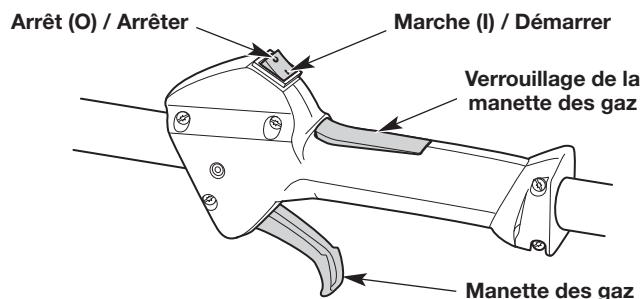
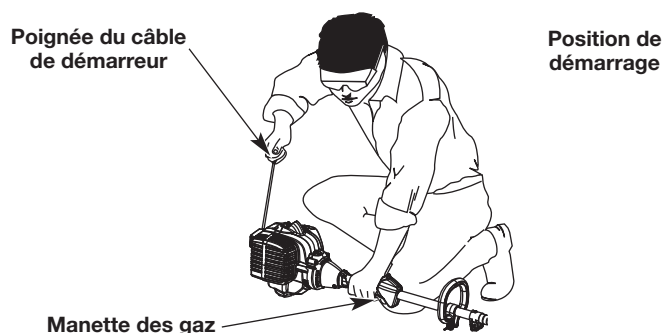

Fig. 12
Fig. 14
AVERTISSEMENT : évitez tout démarrage accidentel de l'appareil. Pour éviter toute blessure grave, l'opérateur et l'appareil doivent être tous deux en position stable quand l'opérateur tire sur le câble de démarreur (Fig. 14).
REMARQUE : il n'est pas nécessaire de démarrer l'appareil. L'interrupteur de marche/arrêt est constamment en position de marche (I) (Fig. 12).
5. Accroupissez-vous en position de démarrage (Fig. 14).
6. Appuyez sur le verrouillage de la manette des gaz et enfoncez la manette des gaz (Fig. 12). Tirez sur la corde de démarreur en effectuant un mouvement contrôlé et ferme à **5 reprises** (Fig. 14).
2. Appuyez sur l'interrupteur de marche/arrêt et maintenez-le enfoncé en position d'arrêt (O) jusqu'à ce que le moteur s'arrête complètement (Fig. 12).